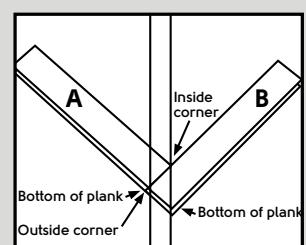

Fig. 5
- Este es el ángulo de inicio. Nota: En todas las paredes o puntos de contacto vertical es necesario colocar separadores de 5 mm (fig. 5).
- Alinee la esquina exterior del tablón «A» con la esquina interior de la línea opuesta (fig. 5).